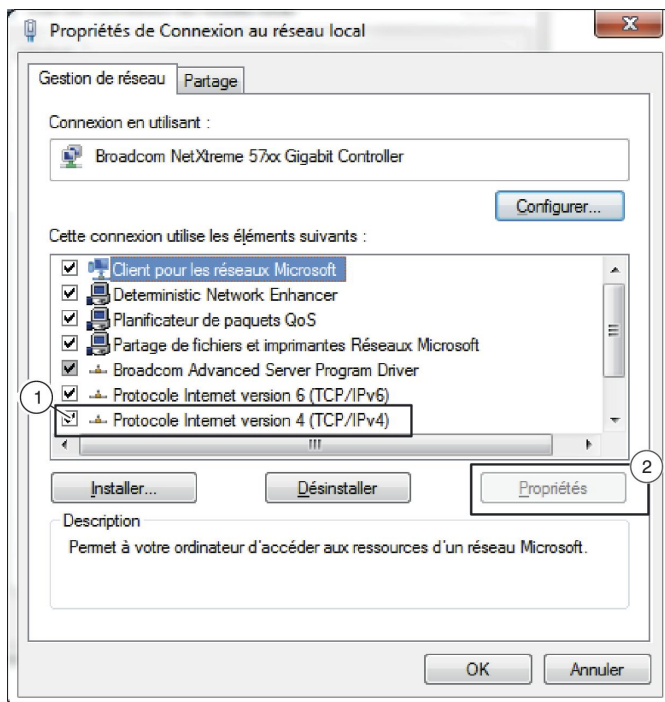

Fig. 56 : Propriétés de la connexion au réseau local
6. ▶ Mettre en surbrillance « Protocole Internet Version 4 (TCP/IPv4) » (Fig. 56 /1) et sélectionner le bouton « Propriétés » (Fig. 56 /2).
7. ▶ Sélectionner l'option « Utiliser l'adresse IP suivante : » (Fig. 56 /1), saisir l'adresse IP, le masque de sous-réseau et la passerelle par défaut puis cliquer sur « OK ».